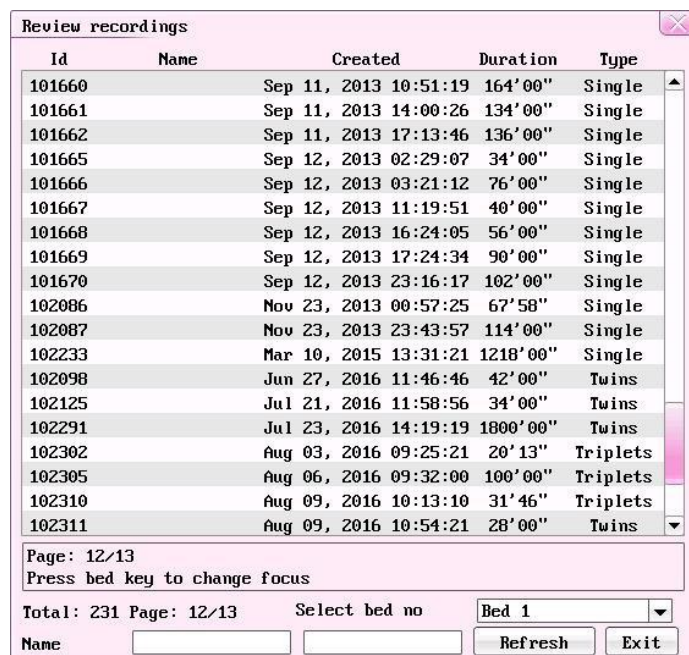

Fig.4-3
- 3) Pressione a tecla MENU  na interface principal, você pode entrar na interface de configuração. Gire o botão de controle até o cursor chegar em **Rever Registros**, e pressione o botão de controle; você pode inserir os registros listados, mostrados na Fig. 4-3. Selecione o ID desejado e, em seguida, você poderá revisar os traçados. Em seguida, siga os passos na seção **4.4, ponto 1)**; você pode revisar o registro de alarme para este paciente.